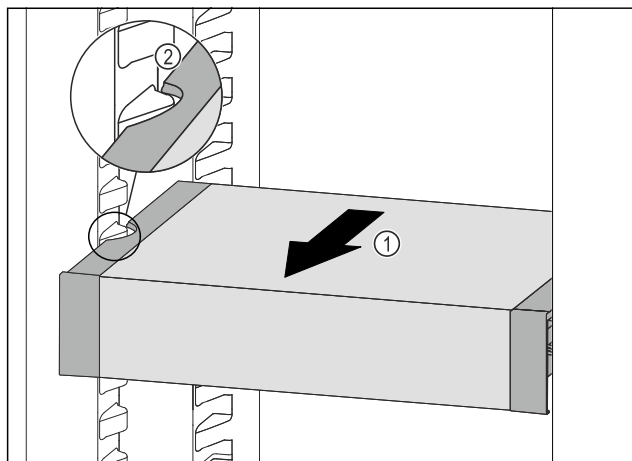

Fig. 123
- VarioSafe pociągnąć w przód Fig. 123 (1), aż boczne wycięcia szuflady VarioSafe będą się znajdować na wysokości zębów pojemnika w chłodziarce. Fig. 123 (2)